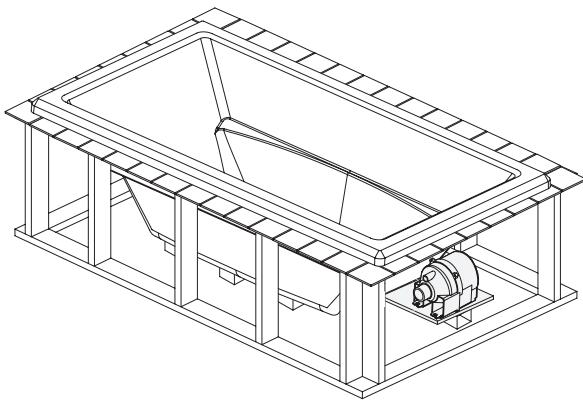

Figure 8
- 16** Calefeutrez autour du périmètre de la baignoire pour sceller l'espace entre le rebord et le support fini (figure 8 à la page précédente).